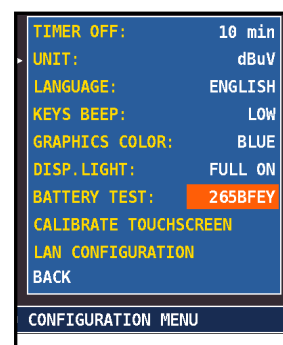

FIG. 3*
4. Para revisar el resultado, selecciona otra vez "MEDIDOR" sobre el "MENÚ CONFIGURACIÓN" y lee el código con el resultado (Fig. 3):